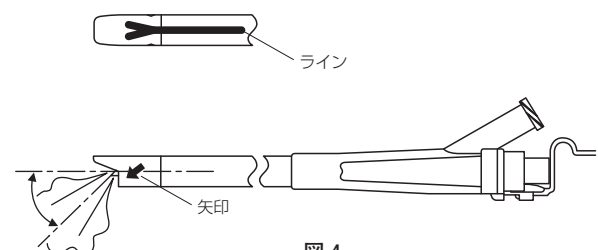

図 4
11. シリンジのプランジャーを押すことにより、製剤が霧状に噴霧される。噴霧方向は図4の通りである。ノズル近傍の側面に噴霧方向を示す矢印がある。ノズル近傍の上面に上面を示すラインがある。